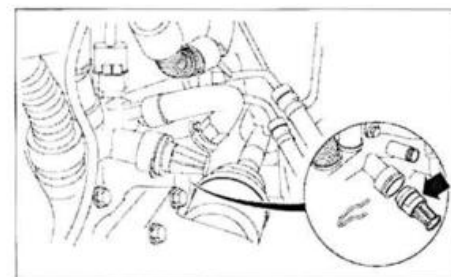

FIG. 21
- Vaciar el bloque motor retirando el tapón (fig. 21).
- Volver a poner el tapón en el bloque motor (fig. 21).
- Cerrar el aparato de llenado por gravedad (1) con el tapón (3) (fig. 21).